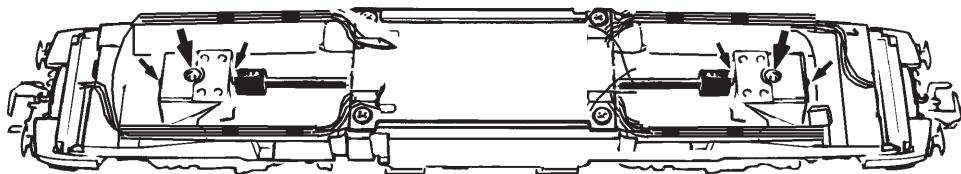

Fig. 10
siehe Fig. 10
A.C. pick up: see fig. 10
voir fig. 10